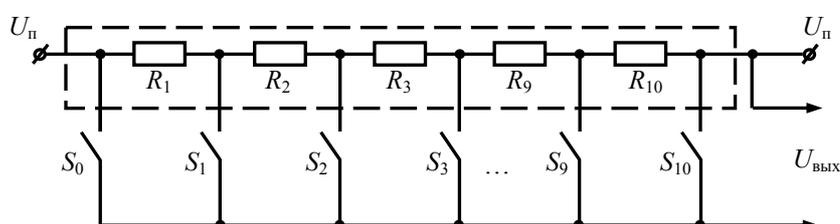

Рис. 3 Схема входного разъема релейного мультиплексора
- 8 Упорядочив полученные данные по убыванию, выяснить схему подключения мультиплексора и написать полученные номера контактов на схеме (рис. 3).